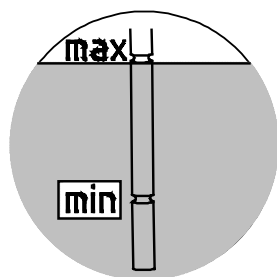

Bild 27: Kontrollera oljenivån med oljesticka
4. **Växlar med oljetank:** Oljenivån måste kontrolleras med hjälp av låsskruven med oljesticka (gänga G1¼) i oljetanken. Oljenivån måste ligga mellan den övre och den undre markeringen när nivåstickan är helt inskruvad (se Bild 27). Korrigera vid behov oljenivån med rätt oljetyp. De här växlarerna får endast användas i det utförande som beskrivs i kapitel 7.1 "Utföranden och underhåll".